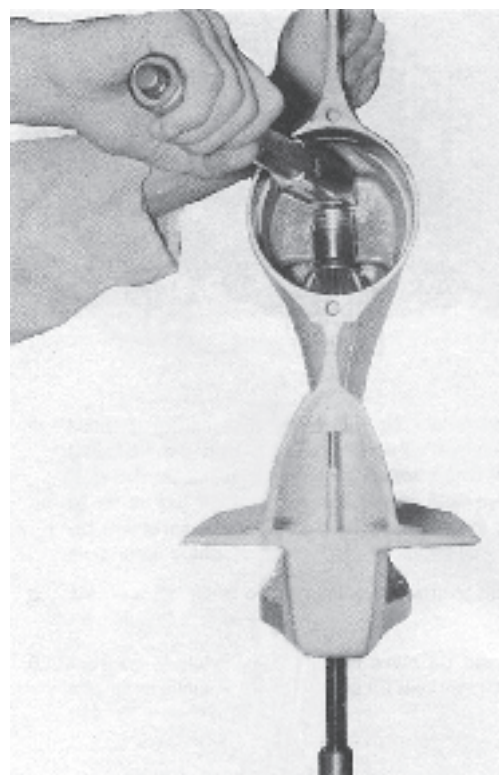

Fig. 23
8. Montera nållagret (158) för propelleraxeln. Den sida på lagret där lagerbeteckningen är instansad skall vändas akterut. Använd verktygen 884283 samt 9991801.
9. Pressa på kullagret (155) på den vertikala drivaxeln med hjälp av verktyg 884266. Håll fast lagret i sitt läge med en distanshylsa och rundmuttern (162) så att inte lagret flyttas på axeln vid monteringen.
10. Placera 0,3 mm justermellanlägg (156) i växelhuset och montera drivaxeln tillsammans med drev (172), låsbricka (164) och mutter (163). För att axeln vid monteringen skall erhålla styrning placeras drevet först på sin plats.
11. Drag muttern (163) med 14 kpm. Använd verktyg 884264 i splinesändan som mothåll. Se fig. 23.